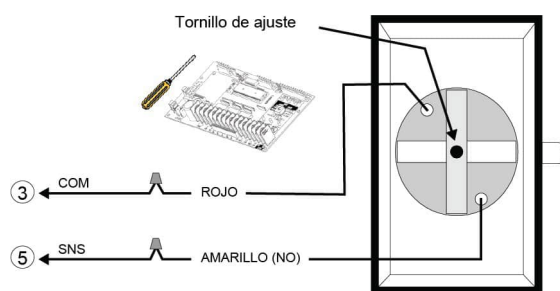
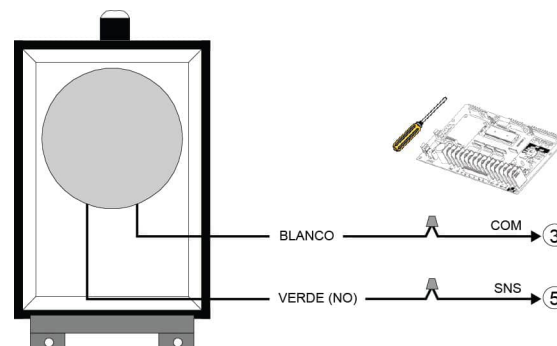

Figura 27 - AIRSWITCH 001 / 007
Figura 28 - AIRSWITCH 009 / 018
3. Utilizar un cable en espiral o carrete de recogida para conectar el interruptor de aire a los terminales del operador. Instalar los cables eléctricos de acuerdo con la Figura 27 o la Figura 28.